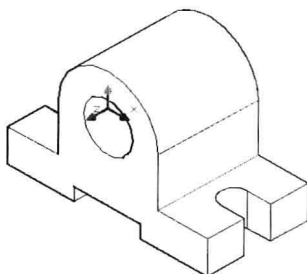

图 8-4-8
(13) 在“视图”面板中单击视图选择栏，在弹出的列表中，选择视图名称“东南等轴测”，用同样的方法，在实体表面上绘制多段线，并使用“按住/拖动”按钮，在模型上挖除多段线区域内的实体部分，如图 8-4-8 所示。